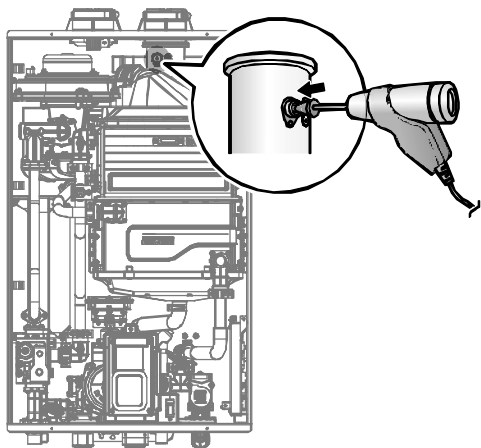

Figure 7
- Desserrez la vis, tournez la plaque et retirez le joint d'étanchéité pour accéder au port de surveillance des émissions, comme illustré à la figure 7.
- Insérez l'analyseur dans le port (figure 7).